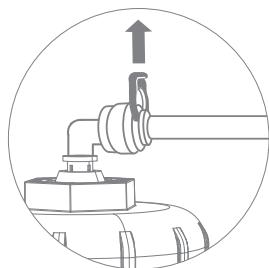

Рис. 27
3. Удалите стопорную клипсу, удерживая цанговое кольцо прижатым к основанию фитинга (рис. 27), аккуратно извлеките пластиковую трубку из посадочного места. При необходимости отсоедините все трубы от корпуса мембранны и извлеките его из скобы крепления.